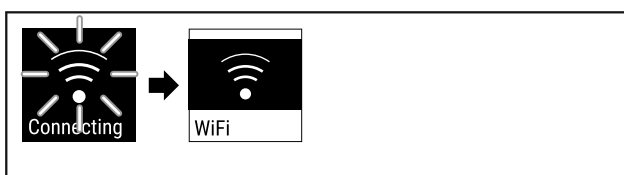

Fig. 86
- ▶ Se establece la conexión (consulte Fig. 86).